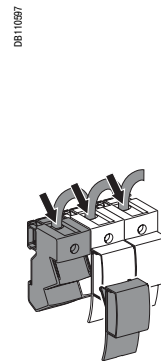

Рис. 11. Подключение силовых кабелей к пружинным зажимам Polybloc
- К пружинному зажиму Polybloc (рис. 11).